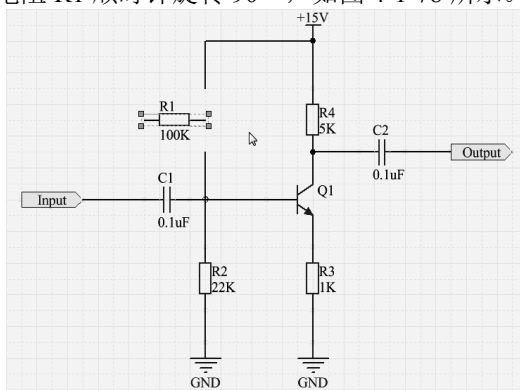

图 4-1-77 电阻 R1 逆时针旋转 90°
① 选中电阻 R1。
② 执行菜单命令 Edit → Move → Rotate Selection 或按【空格】键，电阻 R1 逆时针旋转 90°，对象被旋转后，电气连接会改变。如图 4-1-77 所示。
(8) Edit → Move → Rotate Selection Clockwise 命令。该命令的功能是顺时针旋转被选中的对象，旋转角度为 90°。对象被旋转后，电气连接会改变。